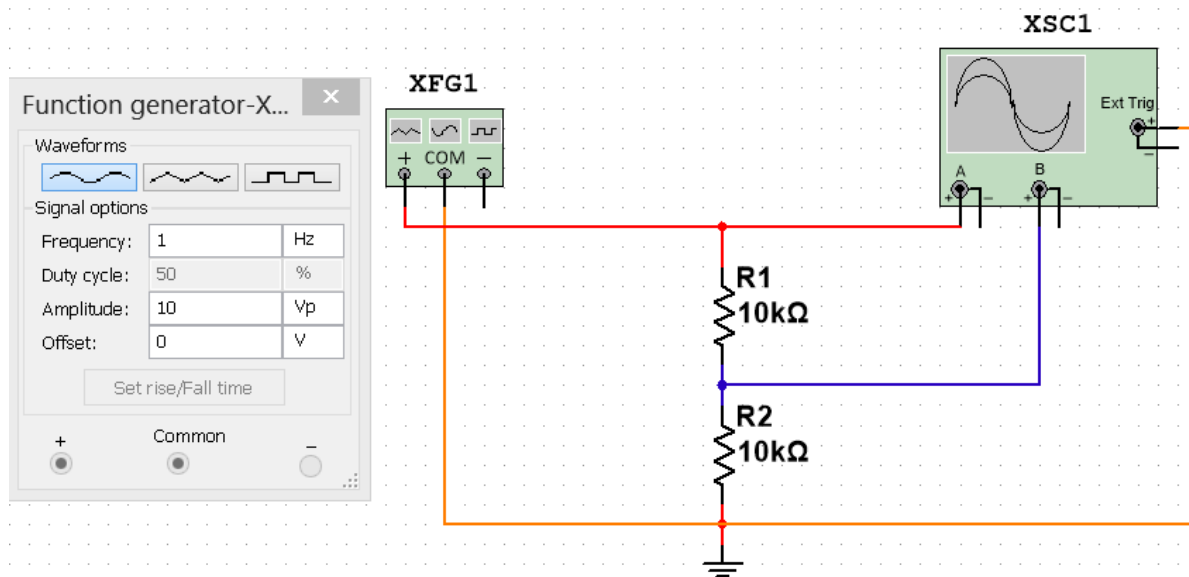
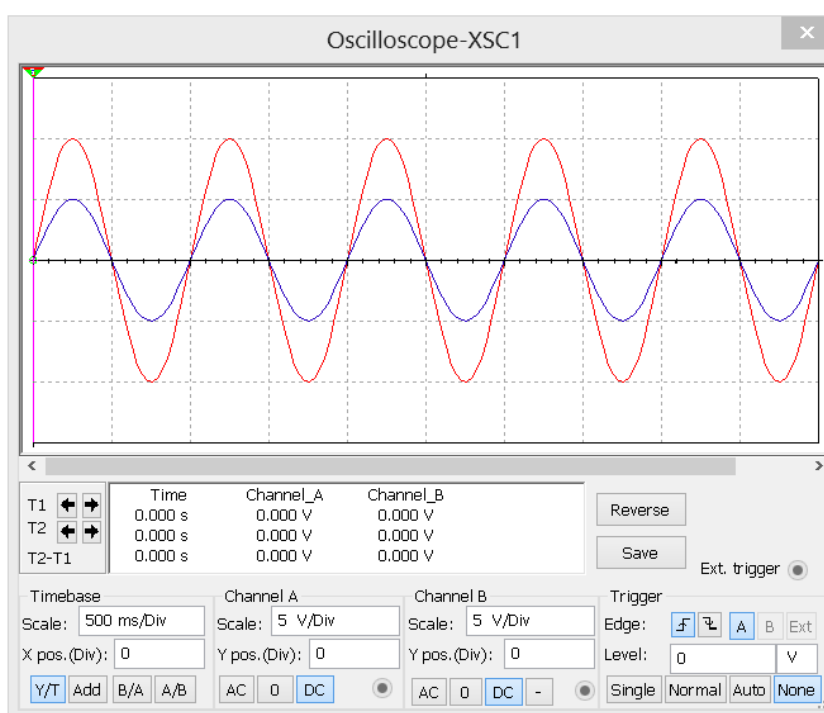

Рисунок 2.2
Рисунок 2.3
Зібрати схему (рис. 2.2) з наступними параметрами: $U_{BX} = 10$ В, $R1 = 10$ кОм, $R2 = N$ кОм, $f_{BX} = (3 \cdot N)$ Гц, де N – номер варіанта. Дослідити форму сигналу на резисторі $R2$ за допомогою осцилографа (рис. 2.3).
4. Чи змінюється амплітуда напруги на резисторі $R2$ при зміні частоти або форми вхідного сигналу (рис. 2.2)?